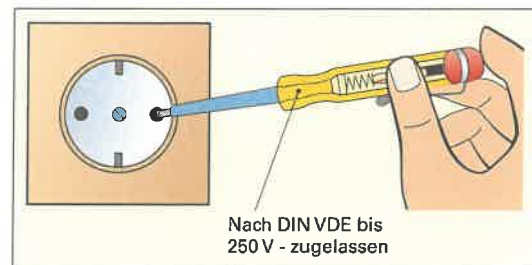

Bild 2: Spannungsprüfer
3. Einpolige Spannungsprüfer (**Bild 2**) werden in der Elektrotechnik meist von Laien verwendet.